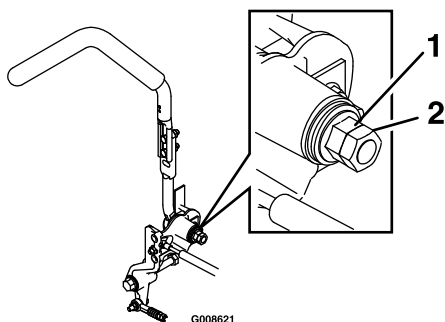

Figura 65
1. Allentate il controdado (Figura 65).